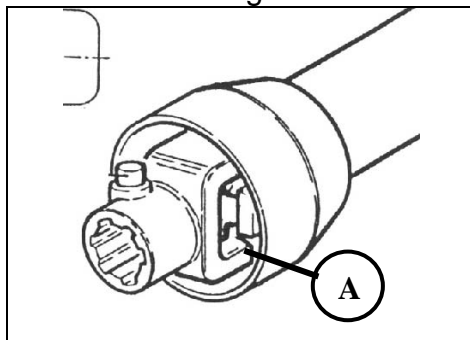

Fig. 14
2. Lubrifier les tourillons (Fig. 14 – Réf. A) et les fourches (Fig. 14 – Réf. B) du double joint de transmission toutes les 50 heures de fonctionnement de la machine